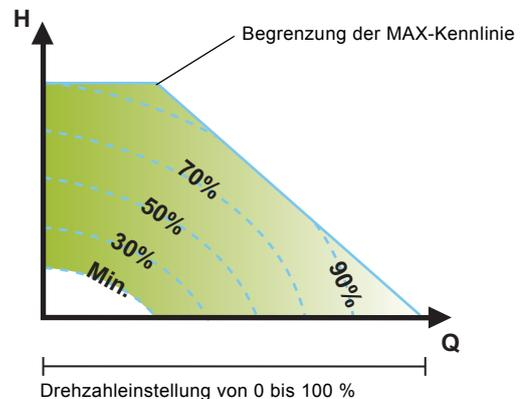

Abb. 26 Begrenzung der MAX-Kennlinie durch die Leistungs- und Förderhöhenbegrenzung
**Hinweis:** Ist die Pumpendrehzahl auf einen Wert zwischen der minimalen und maximalen Drehzahl eingestellt, werden die Förderleistung und die Förderhöhe entsprechend begrenzt, wenn die Pumpe auf der MAX-Kennlinie läuft. Das bedeutet, dass die maximale Förderleistung bei einer Drehzahl unter 100 % erreicht werden kann. Siehe Abb. 26.